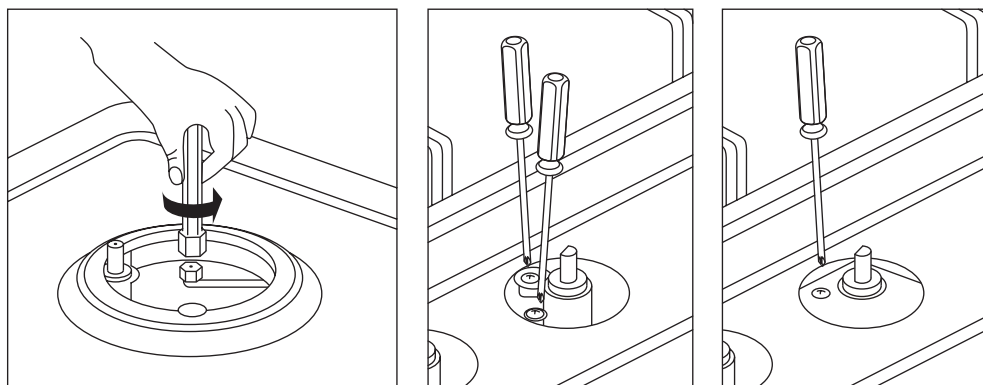

Рис. 9
- снимите рукоятку и вращайте ее регулировочный винт (расположен сбоку или внутри стержня регулятора) в разные стороны пока пламя не станет малым, но устойчивым (рис. 9).
| Горелка гаснет при установке рукоятки в положение «Слабое пламя»          | <ul style="list-style-type: none"><li>– Отверстия в горелке не забиты.</li><li>– Вокруг нет сильных сквозняков.</li><li>– Минимум подачи газа установлен корректно (см. Рис.9 и раздел «регулировка минимального пламени»).</li></ul> |